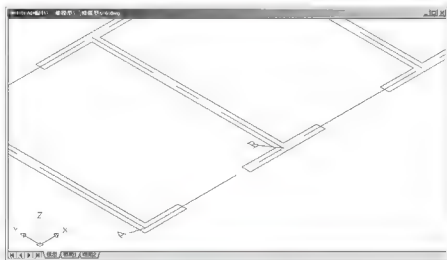
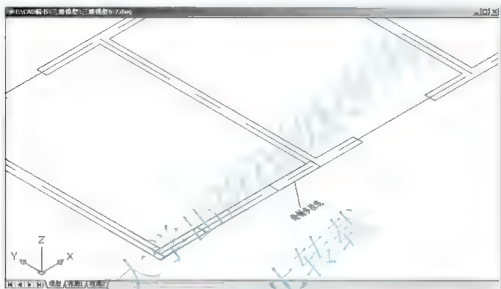

图 6.6 西南等轴测视图
图 6.7 绘制带有宽度的多段线
(1) 打开图“6.2.dwg”并设置【勒脚】图层为当前图层, 关闭【阳台】和【室外】图层。
(2) 执行菜单栏中的【视图】|【三维视图】|【西南等轴测】命令, 并用【窗口放大】命令将视图放大, 结果如图 6.6 所示。
(3) 打开【对象捕捉】功能，并启动绘制多段线命令。
① 在指定起点：提示下，捕捉如图 6.6 中所示的 A 点作为多段线的起点。
② 在指定下一个点或 [圆弧 (A)/ 半宽 (H)/ 长度 (L)/ 放弃 (U)/ 宽度 (W)]: 提示下，输入 “W” 后按 Enter 键。
③ 在指定起点宽度 <0.0000>: 提示下，输入 “240” 后按 Enter 键。
④ 在指定端点宽度 <240.0000>: 提示下，按 Enter 键执行尖括号内的默认值 “240.0000”。这样，将多段线的宽度由 0mm 改为 240mm。
⑤ 在指定下一点或 [圆弧 (A)/ 闭合 (C)/ 半宽 (H)/ 长度 (L)/ 放弃 (U)/ 宽度 (W)]: 提示下，捕捉如图 6.6 中所示的 B 点作为多段线的终点，按 Enter 键结束命令。结果绘制出一条宽度为 240mm 的二维多段线，如图 6.7 所示。